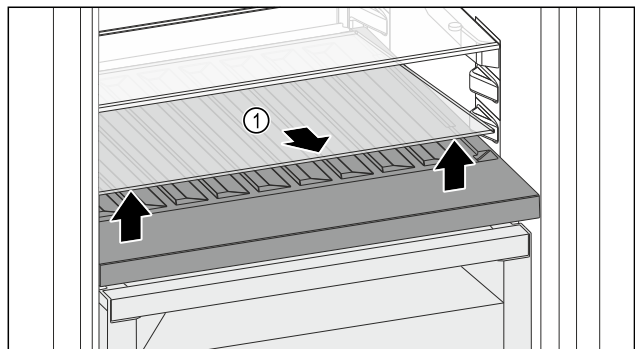

Fig. 103
- Glasplatte Fig. 103 (1) an der Aussparung vorne anheben und herausnehmen.
- Glasplatte Fig. 103 (1) außerhalb des Geräts sicher aufbewahren.